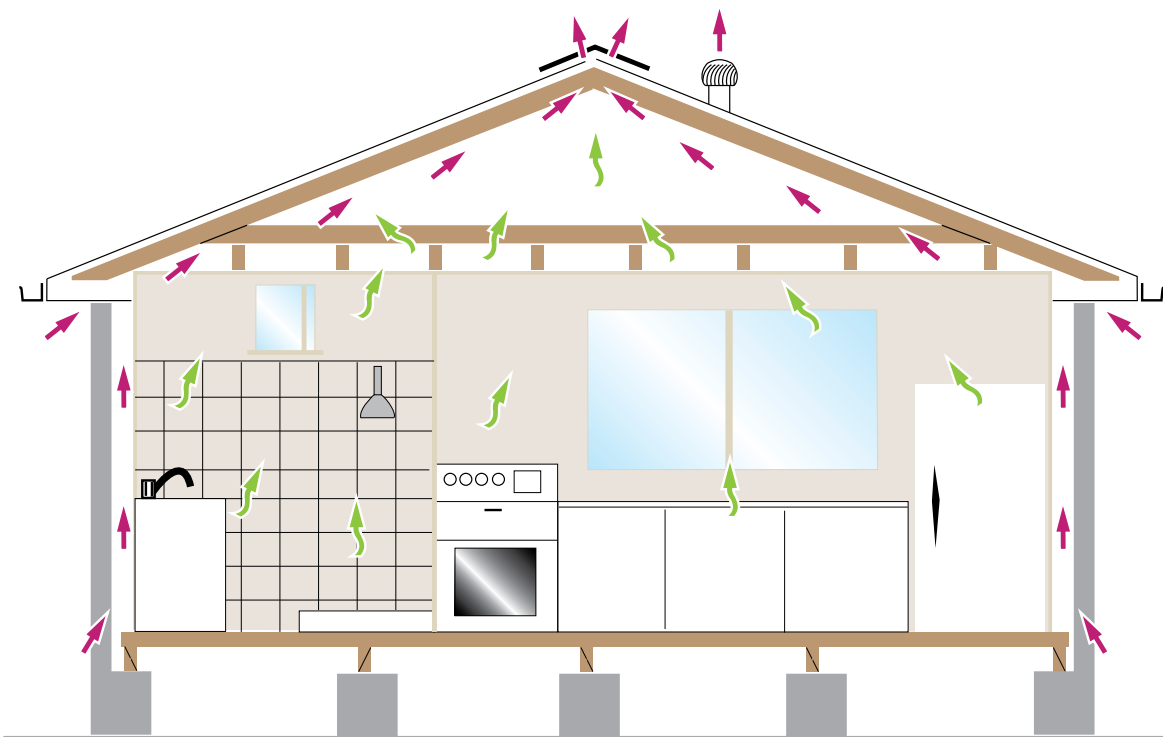

图 2：冷凝和通风
- > 在屋顶空腔中安装通风口、山墙通风口和屋顶通风机。[参见图 2]